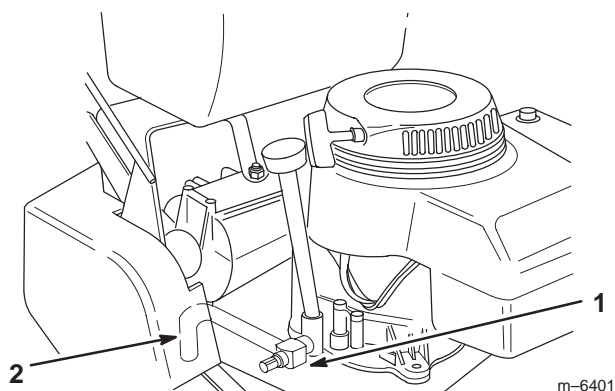

Figure 26
6. Placez un bac sous le flexible de vidange. Tournez le robinet de vidange d'huile pour permettre à l'huile de s'écouler (Fig. 26).
8. Retirez le flexible de vidange (Fig. 26).